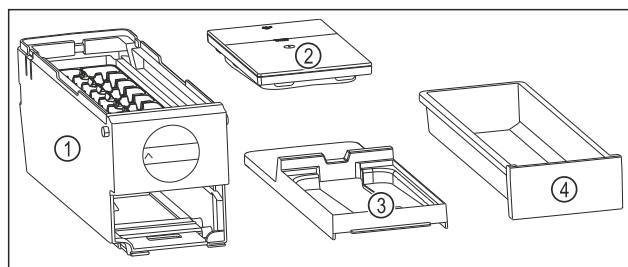

Fig. 112 Części dla EasyTwist-Ice
- ▶ EasyTwist-Ice jest rozłożony na cztery części. (patrz Fig. 112)
- ▶ Należy demontować EasyTwist-Ice wyłącznie na przedstawione części. (patrz Fig. 112)
- ▶ Czyścić korpus EasyTwist-Ice Fig. 112 (1) w całości.